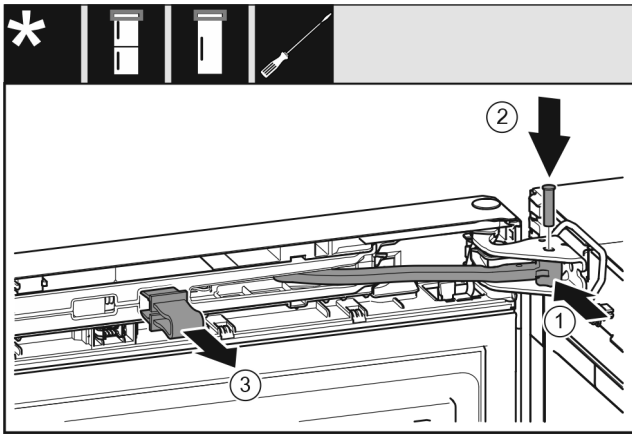

Fig. 26
- ▶ Otočte kloub ve stojanu ložiska. Fig. 26 (1)
- ▶ Vložte čep do stojanu ložiska a kloubu. Přitom dávejte pozor, aby byla zajišťovací vačka správně usazena v drážce. Fig. 26 (2)
- ▶ Vytáhněte pojistku. Fig. 26 (3)